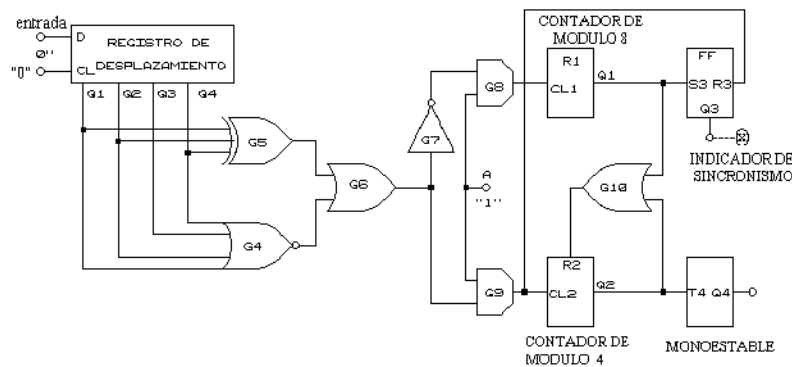

Figura 5.1
1. Arme el circuito de la figura 5.1 que es un detector de palabra de sincronización mejorado, y que finalmente resultara un detector de sincronización completo.